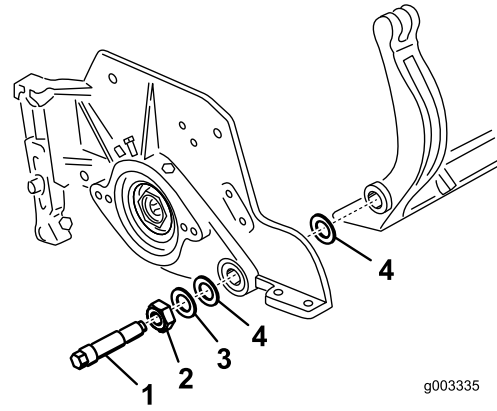

**Figura 29**
3. Pe fiecare latură a mainii, slăbi contrapiulița care fixează urubul barei de cadru (Figura 29).
4. Îndepărtați fiecare urub al barei de cadru, permițând tragerea în jos și îndepărtarea acestuia de pe unitatea de tăiere (Figura 29).